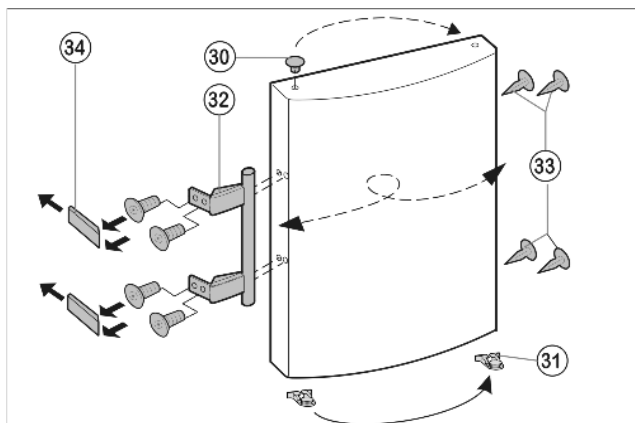

Fig. 7
- Pružinovou svorku Fig. 7 (31) vyklešněte z horních dveří a přemístěte na novou stranu závěsu.
- Zátky Fig. 7 (30) vyjměte z pouzder ložisek dveří a přemístěte je.
- Madla dveří Fig. 7 (32), zátky Fig. 7 (33) a krycí destičky Fig. 7 (34) odmontujte a přemontujte na protější stranu.